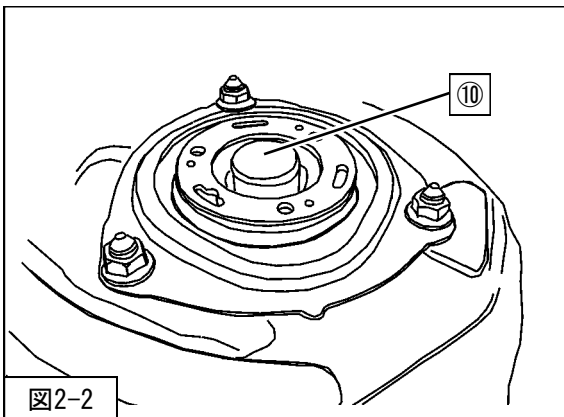

図2-2
4. ⑩ダストカバーを取付けてください。（図2-2）
5. ⑨フロントサスペンションASSYロア取付ボルト・ナット